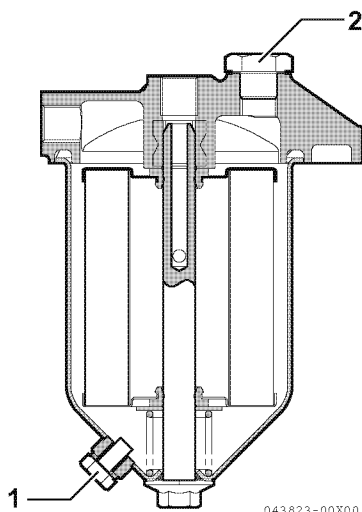

Figure 10
2. Allentare il tappo di spurgo (**Figure 10, (1)**) del separatore dell'acqua e svuotarlo dall'acqua e dallo sporco eventualmente accumulati all'interno. Rimuovere l'acqua e la sporcizia accumulate in modo corretto.
3. Una volta effettuato lo spurgo, serrare la vite di spurgo dell'aria (**Figure 10, (2)**).